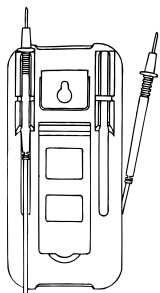

Рис. 6.5
1. Использовать для фиксации одного из измерительных щупов при измерениях (рис. 6.5).